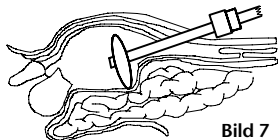

Bild 7
4. *Strukturballongssystem*: Placera ballongsystemet så att kranen och den svarta markeringen på ballongsystemets rör är uppåt och är vänd bort från bukväggen. Då är strukturballongen i rätt läge för att stötta det peritoneala arbetsutrymmet mekaniskt. När instrumentet har förts in stängs uppblåsningssumpen med den transparenta anslutningen på den öppna plastkranen på styrrörets plastkrage. Nu blåses ballongen försiktigt upp med pumpen genom insufflationskranen som är vänd uppåt. För att blåsa upp PAJUNK®-strukturballongssystemet trycker du på pumpen max. 3–4 gånger beroende på de anatomiska förhållandena och vid behov under övervakning med ett endoskop. Ballongens uppblåsning leder till en fortskridande dissektion och förankring i det extraperitoneala rummet. (Bild 7)
Ringankarballongssystem: När instrumentet förts in stängs sprutan som är full med luft (spruta enligt tabellen ovan) med plastkranen/backventilen på styrrörets plastkrage. Sedan fylls ringankarballongen försiktigt med luft genom att kolven trycks ner (max. volym enligt tabellen ovan). När påfyllningen är klar stängs plastkranen på styrrörets plastkrage (om en sådan finns) och sprutas tas bort med tryckt sprutkolv från plastkranen/backventilen. När ballongen fylls sväller ringankaret avsevärt (bild 7).